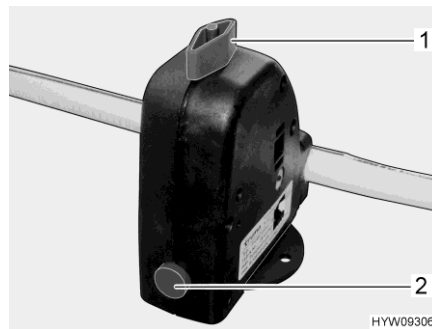

Fig. 82 Valvola di sicurezza/di scarico (boiler)
Il boiler è dotato di una valvola di sicurezza/di scarico (Fig. 82). La valvola di sicurezza/di scarico impedisce che l'acqua congeli nel boiler in presenza di basse temperature esterne, quando il riscaldamento dell'autocaravan non è acceso.
- Chiudere la valvola di sicurezza/di scarico. A tal fine ruotare la manopola (Fig. 82,1) verticalmente rispetto alla valvola di sicurezza/di scarico e premere verso l'interno il bottone automatico (Fig. 82,2).
- Aprire la valvola di sicurezza/di scarico. A tal fine ruotare la manopola (Fig. 82,1) nel senso della lunghezza della valvola di sicurezza/di scarico. Il bottone automatico (Fig. 82,2) scatta all'infuori. Il boiler viene svuotato verso l'esterno tramite la valvola di sicurezza/di scarico.